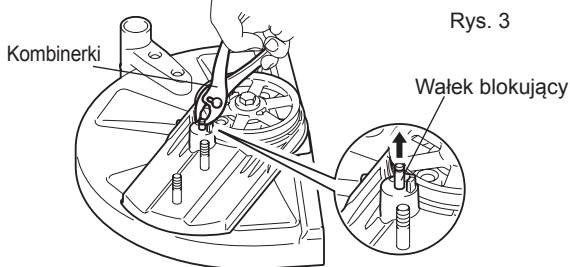

Rys. 1
- (1) Poluzować nakrętkę mocującą, a następnie odkręcić śrubę regulacyjną napięcia pasa w lewo, do momentu aż końcówka śruby będzie widoczna. (Rys. 1)
- (2) Zdjąć nakrętki mocujące i osłonę pasa klinowego. (Rys. 1)